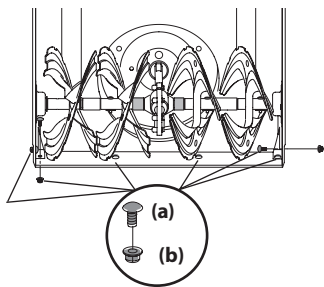
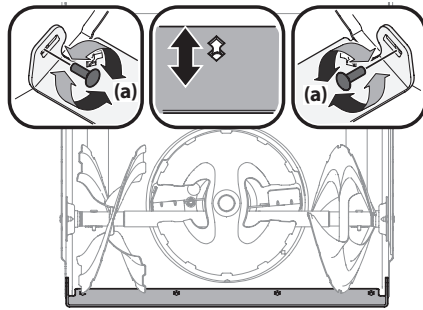

Figura 4-2
Figura 4-3
- Extraiga los pernos de carro (a) y las tuercas hexagonales (b) que la sujetan a la caja de la barrena. Consulte la Figura 4-2.
- Vuelva a montar la placa de raspado nueva, asegurándose de que las cabezas de los pernos de carro estén orientadas hacia el lado interior de la caja. Ajuste firmemente. Consulte la Figura 4-2.
NOTA: La placa de raspado en determinadas unidades (se muestran en la Figura 4-3) tienen un borde de desgaste que se puede ajustar hacia adelante a fin de prolongar su vida útil. A medida que se desgasta la placa de raspado, se la puede mover a una segunda posición.
- Afloje los pernos posteriores de las zapatas (a) a ambos lados de la caja del equipo y extraiga los pernos de carro y las tuercas hexagonales que sujetan la placa de raspado a la caja de la barrena. Consulte la Figura 4-3.
- Deslice la placa de raspado hacia abajo hasta la segunda posición. Coloque nuevamente todos los pernos y ajústelos con firmeza. Consulte la Figura 4-3 y Figura 4-2.